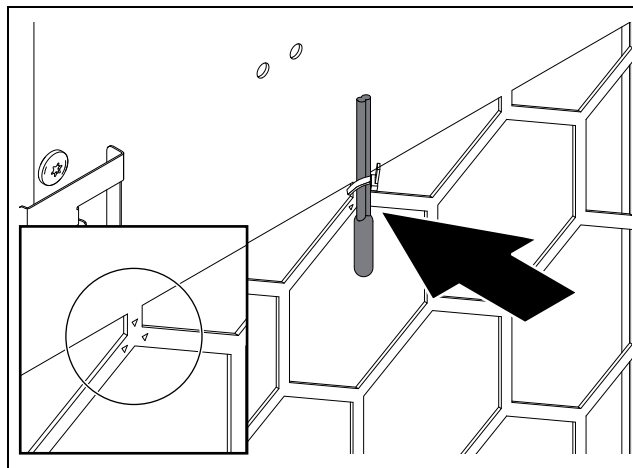

Imagen 52: Sensor térmico delante de la salida de aire frío (imagen de ejemplo)
- Fija el sensor térmico mediante una brida en el punto marcado frente a la salida de aire frío del refrigerador (imagen 52).